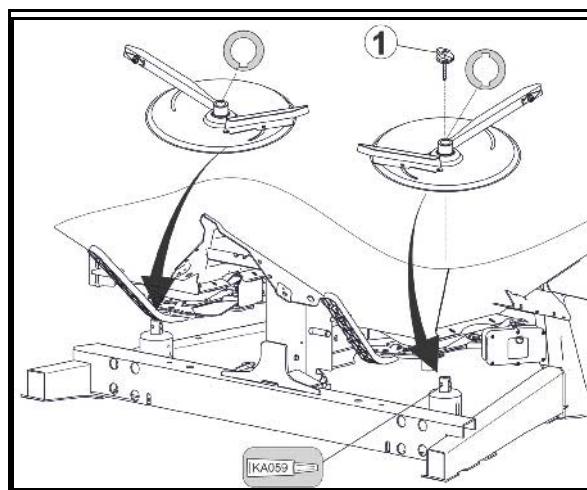

Fig. 68
1. Grænsespredning ifølge gødningsforskrifterne (Fig. 68):